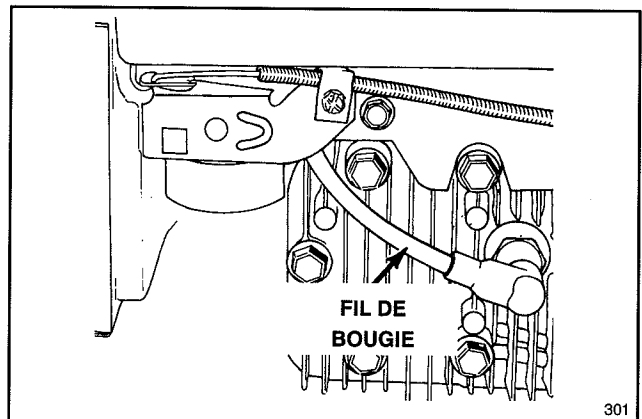

Figure 12
2. Branchez le fil sur la bougie d'allumage (Fig. 12).
1. Arrêter le moteur et débrancher le fil de bougiss (Fig. 12).
1. Arrêter le moteur et le laisser refroidir. Débrancher le fil de la bougie (Fig. 12).